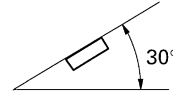

Abb. 5
- Wenn der Einbauwinkel mehr als 30° von der Horizontalen abweicht, kann es sein, daß das Gerät nicht optimal arbeitet. (Abb. 5)